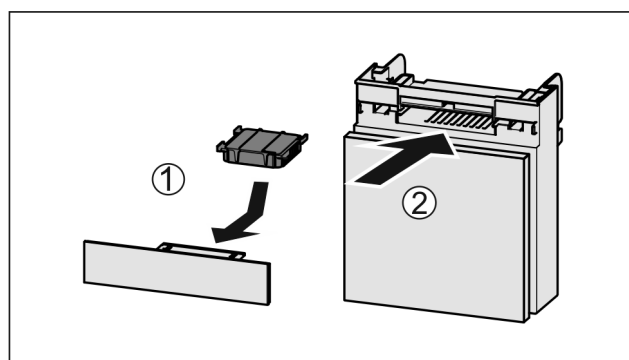

Fig. 119
- ▶ Insérer le filtre à charbon actif d'après le schéma Fig. 119 (1).
- ▶ Insérer le compartiment Fig. 119 (2).